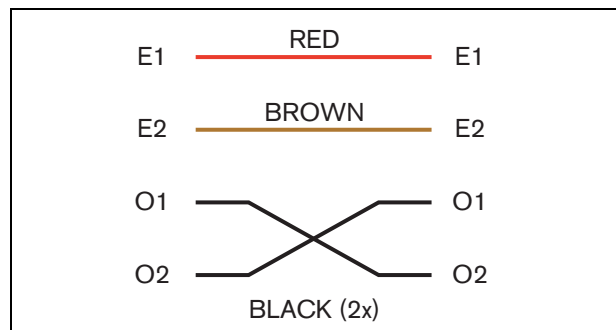
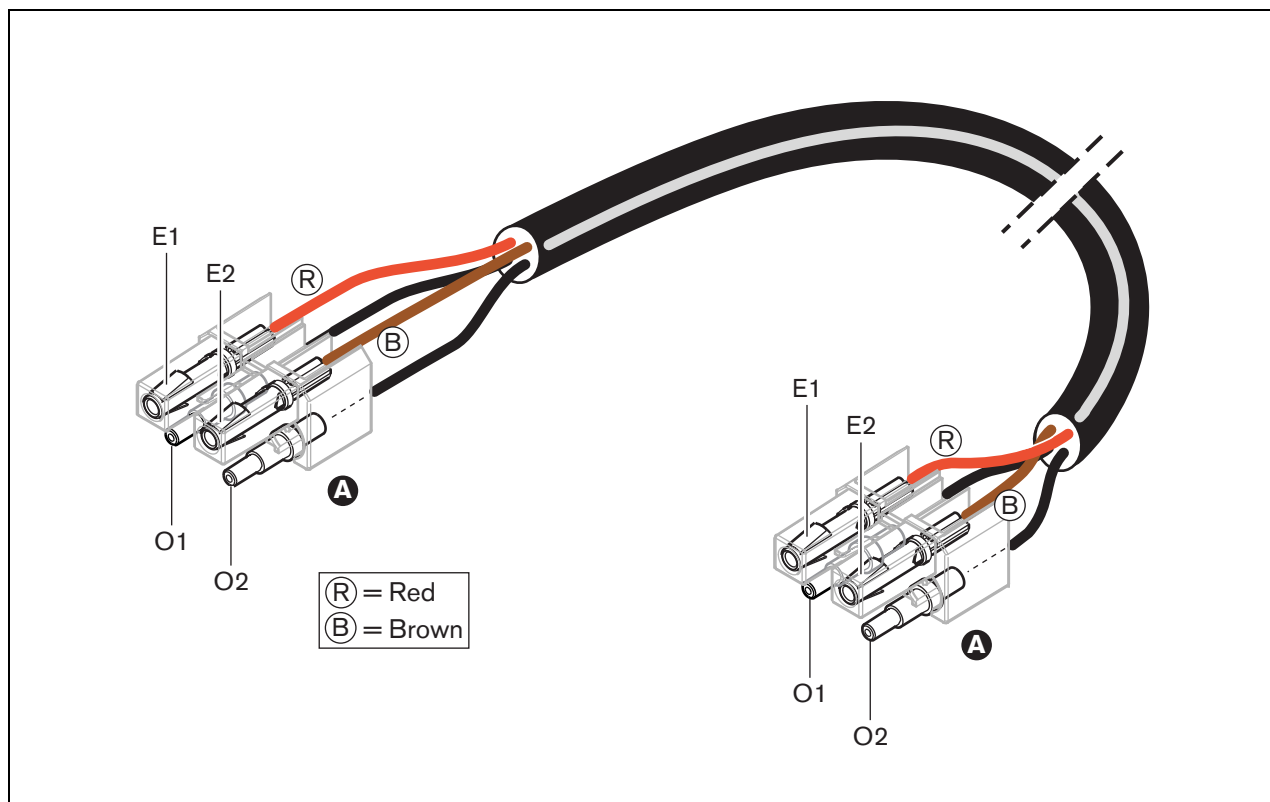
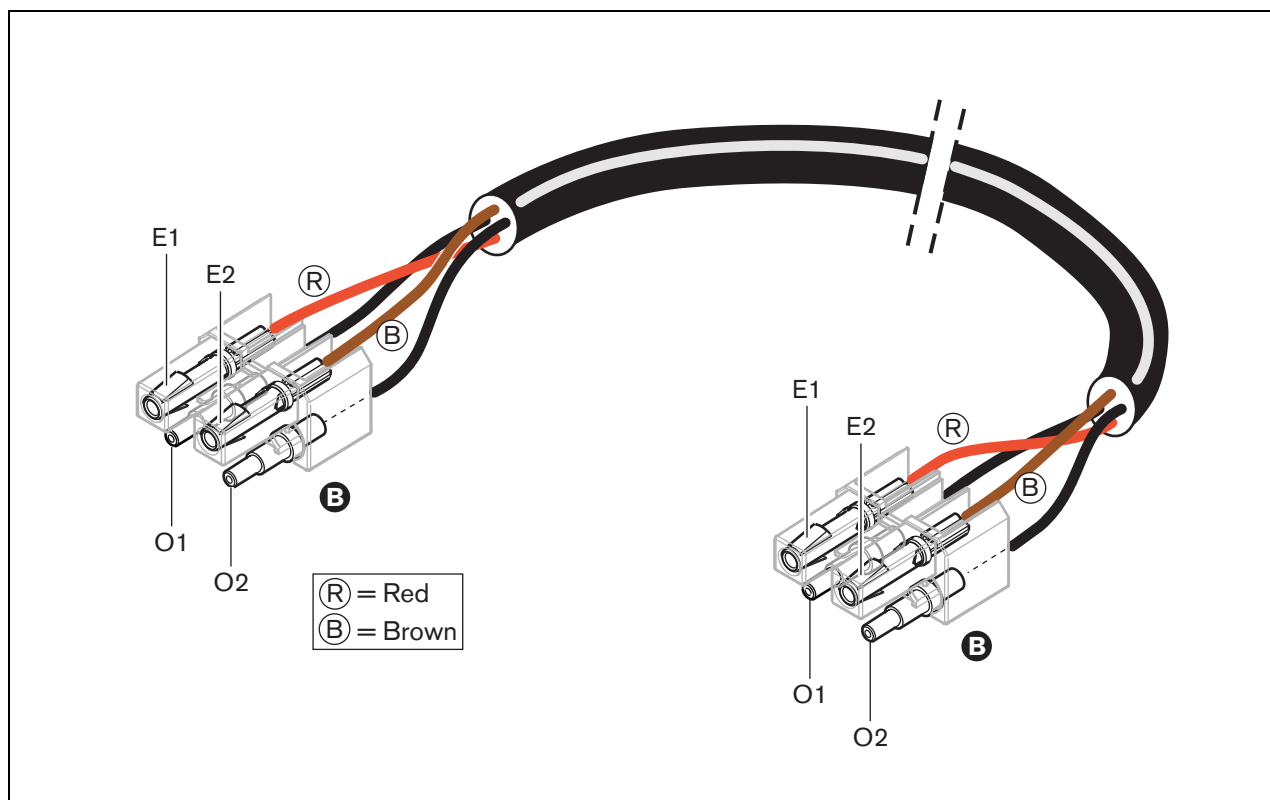
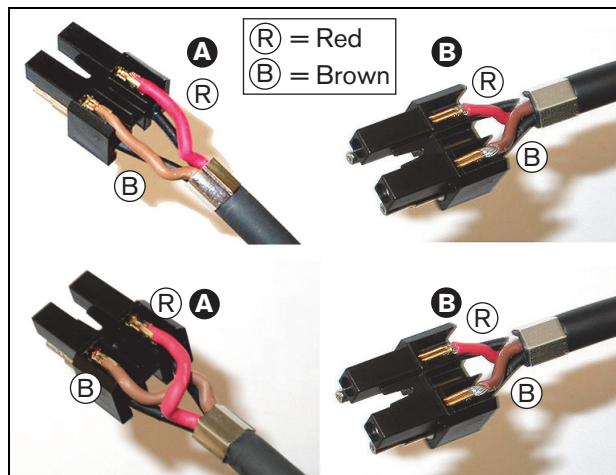

figure 30.28: Schéma de câblage
figure 30.29: Schéma de câblage appliqué aux câbles de réseau optique de type A
figure 30.30: : Schéma de câblage appliqué aux câbles de réseau optique de type B
figure 30.33: Bloc de montage et gaine arrière
Observez également le schéma de câblage (voir figure 30.28). Pour les implications pratiques de ce schéma, voir figure 30.29 et figure 30.30).
- 28 Placez les contacts de connecteur dans le bloc de montage (voir figure 30.33). Pour l'un des connecteurs relié à un câble de type A, les fils de cuivre rouge et brun doivent se croiser pour correspondre au schéma de câblage (voir figure 30.28).